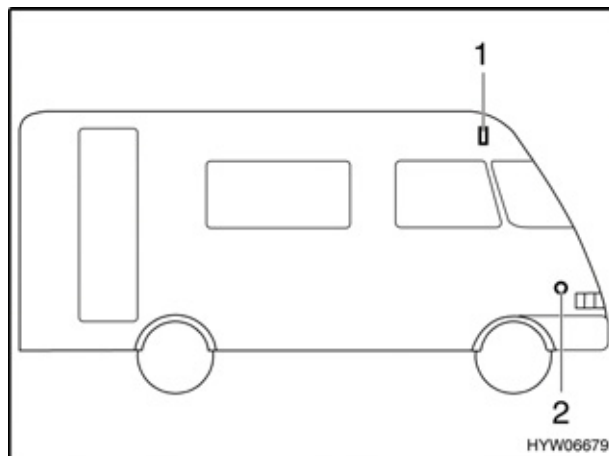

Fig. 190 Luci laterali (B-Classic)
**B-Classic****Luce di sagoma (Fig. 190,1)**
**Indicatore di direzione (Fig. 190,2)**